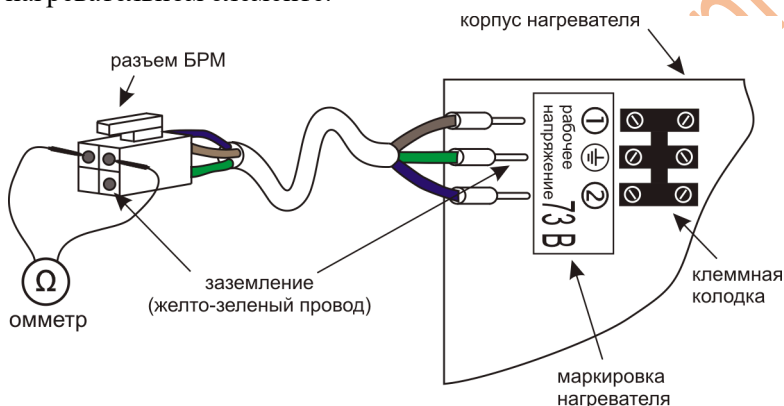

Рис. 10 Подключение проводов к нагревателю
6.1.4. Из набора проводов, поставляемого с нагревателями, возьмите провод, соответствующий номеру и месту установки нагревателя. Присоедините цветные провода к клеммам на задней стенке нагревателя (рис.10). К клеммам **1** и **2** присоединяются **синий** и **коричневый** провода (порядок не имеет значения), а центральный контакт \perp присоединяется к **желто-зеленому** проводу заземления (обязательно). При использовании 3-х жильного провода, желто-зеленая жила всегда должна использоваться для заземления.
6.1.5. Для проверки правильности подключения провода, используйте омметр, измерив, сопротивление нагревателя на разъеме, который подключается к БРМ (рис. 10). Сопротивление исправных нагревателей, должно находиться в следующих пределах: